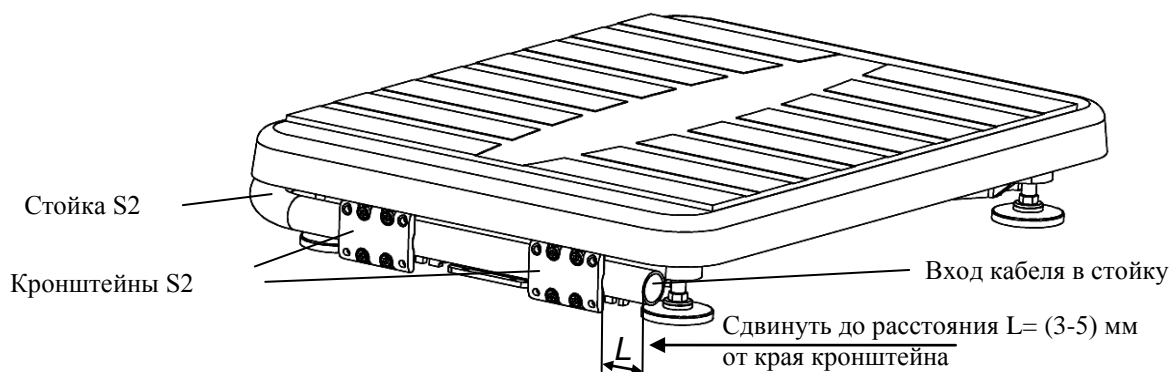

Рис. 6.2 - Крепление круглой вращающейся стойки к основанию весовой платформы
- В основании весов сдвинуть стойку в направлении указанном стрелкой (Рис. 6.2), обеспечив расстояние $L = (3-5)$ мм от ее края до края кронштейна.
- Излишек кабеля на входе в стойку (Рис. 6.2) заправить внутрь стойки.